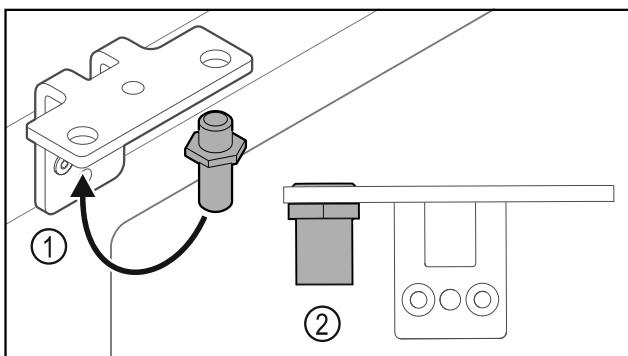

Fig. 36
- Mettre l'axe Fig. 36 (1) dans l'autre trou de l'équerre de charnière.
- Serrer l'axe Fig. 36 (2) au **couple de 12 Nm**.